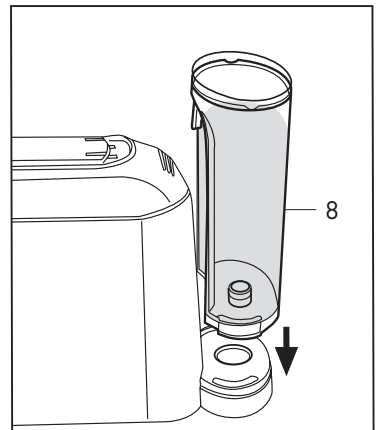

Abb. 3
- Schließen Sie den Deckel und setzen Sie den Behälter (8) gegen den Maschinenkörper ein, so dass die Lasche einrastet und der Behälterboden korrekt auf dem Wasserventil aufliegt. (**Abb. 3**)